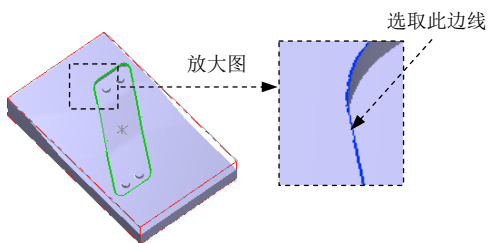

图 14.17 选取切削范围边线 1
(2) 设置加工边界。在 **Containment boundary** 区域中单击 **↔** 按钮，系统弹出“串连选项”对话框。在图形区中选取图 14.17 所示的边线和图 14.18 所示的边线，单击 **✓** 按钮，系统返回至“刀具路径的曲面选取”对话框。